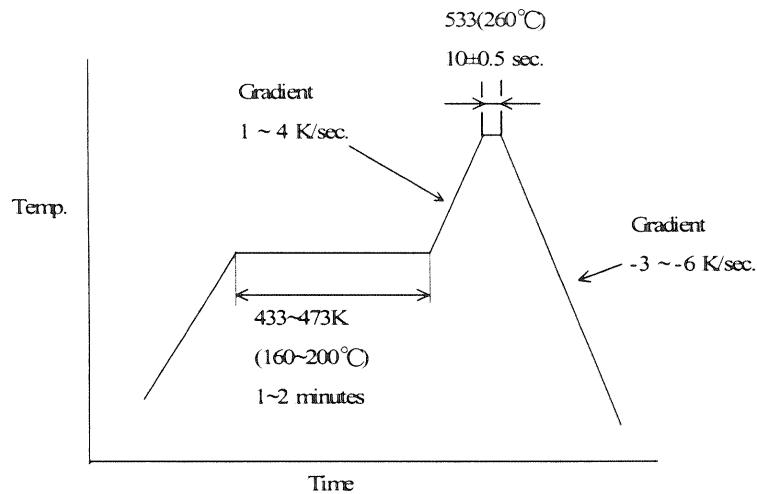

Fig.4
(2) Reflow soldering heat resistance / 半田耐熱性
A. Testing : Put on the receptacle connector to PCB , apply the heat 2 cycles as shown in Fig. 4
A.試験法: 基板にリセプタクルコネクタを置き、Fig. 4 の条件で 2 回リフローを行う。